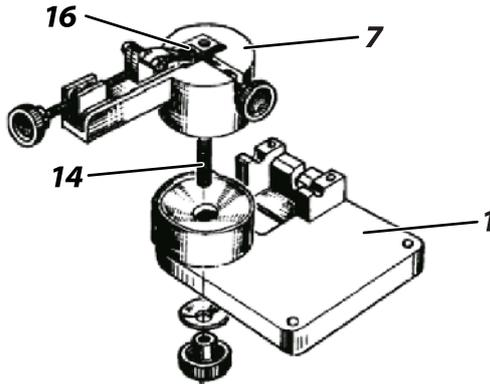

Рис. 2
**Сборка** (Рис. 2)
1. Установите основание (1) на твёрдую и ровную поверхность.
2. Вставьте установочный винт (14) в отверстие подвижного рабочего стола (7) и совместите их с отверстием на основании (1). Закрепите конструкцию гайкой.
4. Установите прижимные пластины (16) в технологические отверстия.